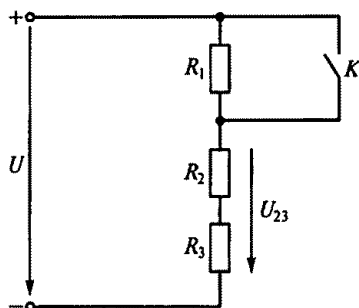

Рис. 27
1.41. Как в схеме на рис. 27 изменится напряжение U_{23} на резисторах R_2 и R_3 , если замкнуть ключ K ?